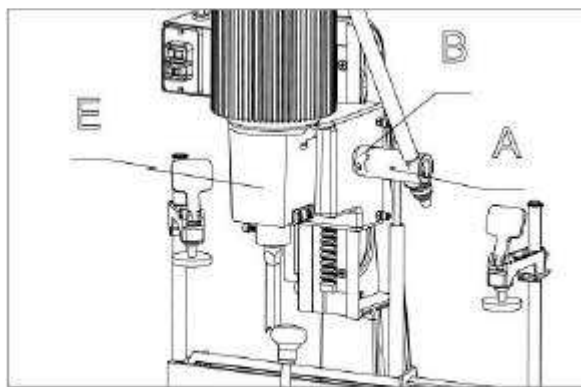

Fig 3
2. Lever la tête (E) de la mortaiseuse (fig. 3), vers la position haute en tournant le levier (A) dans le sens horaire. REMARQUE : Le levier (A) est à ressort et peut être repositionné en tirant le levier et en le replaçant sur l’arbre de pignon (B).